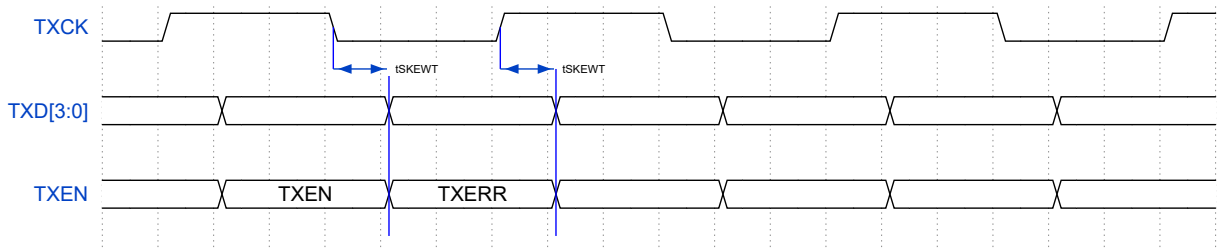

图 22: RGMII 发送信号时序图
4.15.1.2 RGMII 接口 RGMII 接口对应时序如图 22,??和??。